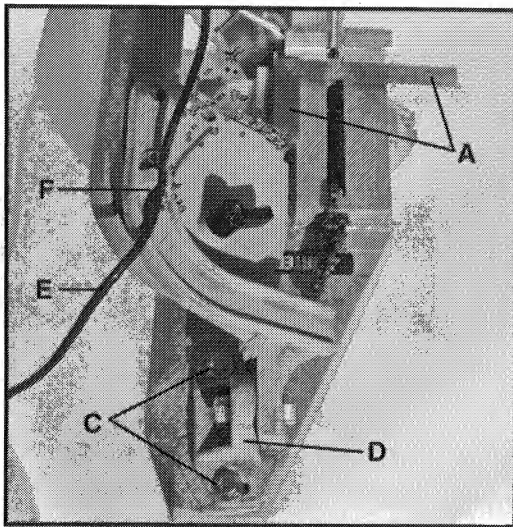

Fig. 9
2. Con el brazo de la sierra en la posición hacia abajo, coloque una escuadra (A), Fig. 9, contra el tope-guía y la hoja de sierra y asegúrese de que la hoja esté a 90 grados respecto al tope-guía estacionario (B). Si es necesario realizar algún ajuste, afloje ligeramente los dos pernos (C) y gire el conjunto de bisagra (D) sobre la base hasta que la hoja esté a 90 grados respecto al tope-guía (B). Luego, apriete los dos tornillos (C).
5. Pase el conjunto del cable de alimentación (E) sobre la parte superior de la sierra e introdúzcalo en la ranura (F) del brazo de la manera que se muestra en la Fig. 9.